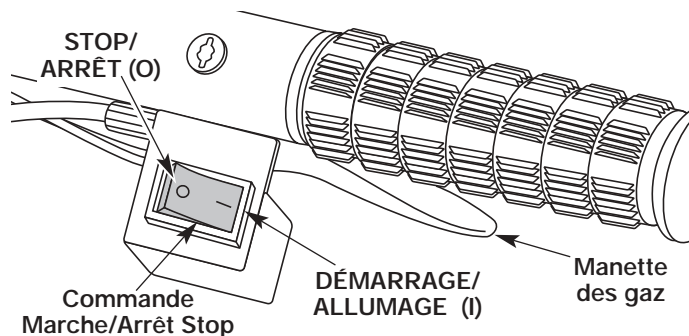
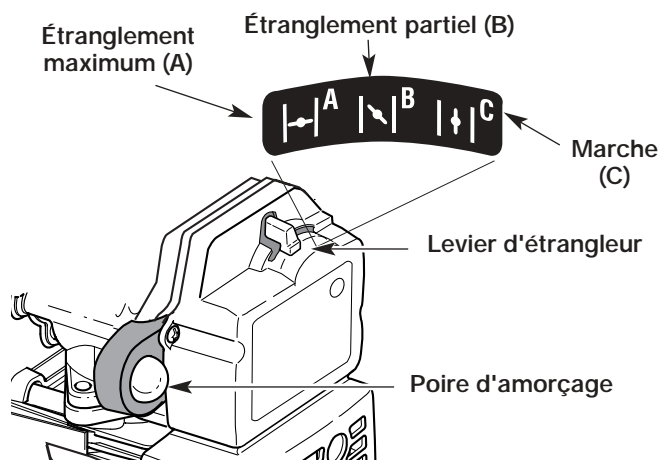
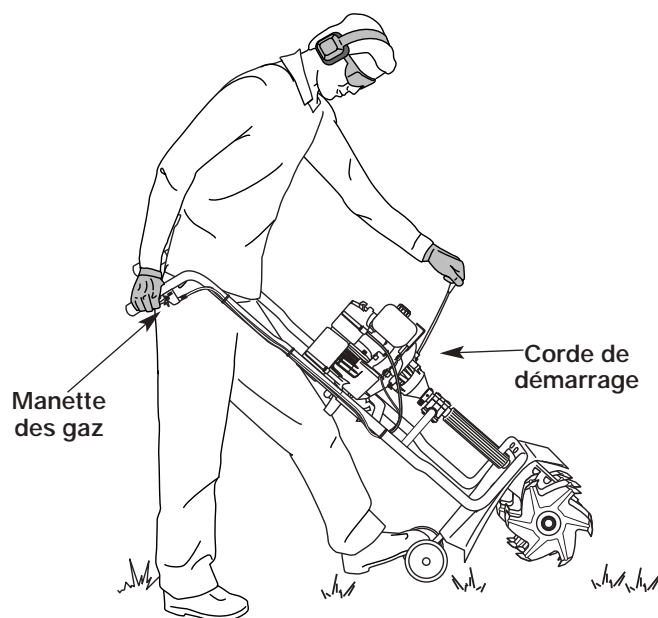

Fig. 6
Fig. 7
Fig. 8
**AVERTISSEMENT** : évitez tout démarrage accidentel. Tenez-vous en position de démarrage lorsque vous tirez sur la corde de démarrage (Fig. 8). L'opérateur et l'appareil doivent tous deux être en position stable pour éviter des blessures graves.
2. Mettez la commande Marche/Arrêt Stop en position de **DÉMARRAGE (I)** (Fig. 6).
3. Enfoncez complètement puis relâchez lentement la poire d'amorçage 10 fois. Vous devriez y voir du carburant (Fig. 7). S'il n'est pas visible, appuyez trois fois de plus ou jusqu'à ce qu'il apparaisse.
4. Mettez le levier d'étrangleur en position d'étranglement **MAXIMUM (A)** (Fig. 7).
5. Tenez-vous entre les poignées et soutenez l'appareil en plaçant le pied gauche sur le support de roue et en tenant le guidon de la main droite (Fig. 8).
**REMARQUE** : L'appareil ne peut fonctionner en position d'étranglement **MAXIMUM (A)**.
7. Mettez le levier d'étrangleur en position d'étranglement **PARTIEL (B)** (Fig. 7).
8. Tirez brusquement sur la corde de démarrage 1 à 3 fois pour démarrer le moteur (Fig. 8).
**REMARQUE** : si le moteur se noie durant le démarrage, placez le levier d'étrangleur en position **MARCHE (C)** (Fig. 7). Appuyez sur la manette des gaz. Tirez rapidement sur la corde de démarrage. Le moteur devrait démarrer après 3 à 8 coups.
10. Appuyez sur la manette des gaz de 5 à 10 secondes pour réchauffer le moteur. Mettez le levier d'étrangleur en position **MARCHE (C)** (Fig. 7).
**REMARQUE** : il n'est pas nécessaire d'utiliser l'étrangleur pour démarrer un moteur chaud. Mettez la commande Marche/Arrêt Stop en position de **DÉMARRAGE (I)** (Fig. 6), puis démarrez en position d'étranglement **PARTIEL (B)** (Fig. 7).
1. Relâchez la manette des gaz (Fig. 8) et laissez le moteur au ralenti pour refroidir.
2. Mettez la commande Marche/Arrêt Stop en position de **STOP (O)** (Fig. 6).